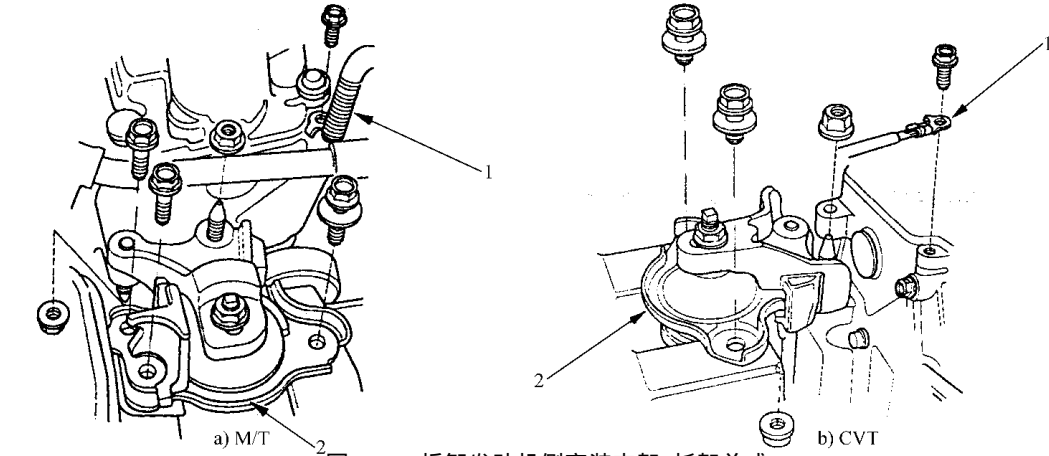

图 2-10 拆卸发动机侧安装支架 / 托架总成
- 37) 如图 2-10 所示,拆除发动机侧安装支架/托架总成。